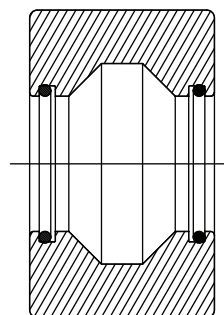

Fig. 8
2. Lösen Sie die Stellschraube an der Mutter (3) und schrauben Sie die Mutter ab.
3. Entfernen Sie die Schrauben (4) und den Arm (5).
4. Ziehen Sie das Drehgelenk ab und ersetzen Sie es durch ein neues oder tauschen Sie die Dichtungen aus. Stellen Sie dabei sicher, dass diese an der richtigen Stelle angebracht werden (Abb. 8).